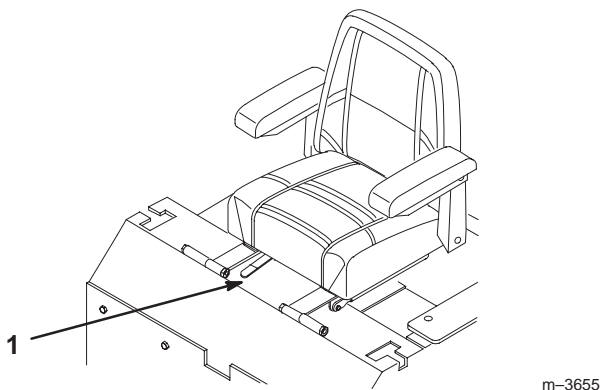

Bild 27
1. Bewegen Sie den Einstellhebel zum Entriegeln des Sitzes zur Seite (Bild 27).